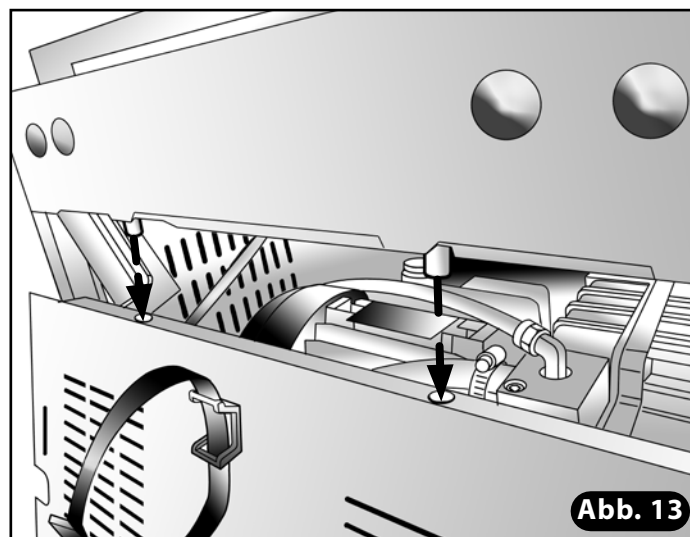
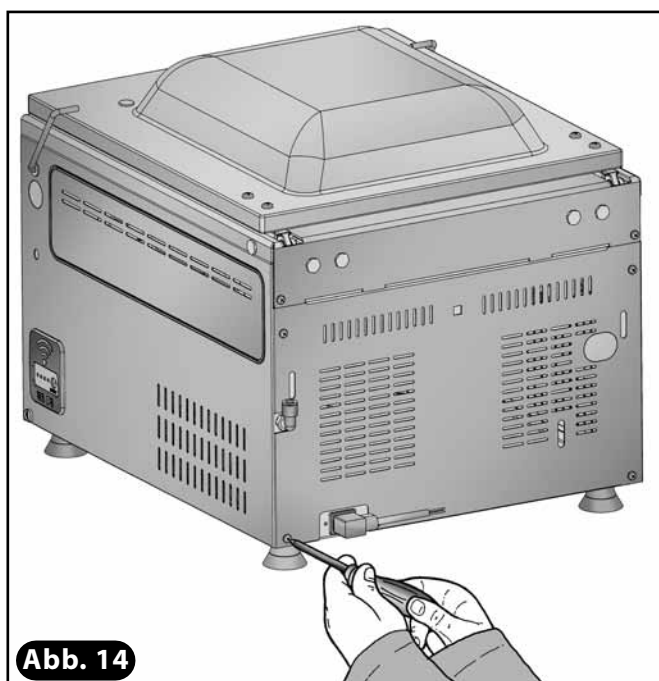

Abb. 13
Abb. 14
19) Rückwand wieder ansetzen, dabei müssen die Scharnierbolzen in die Löcher an der oberen Kante eingreifen (**Abb. 13**). Schrauben der Rückwand zum Abschluss der Prozedur festziehen (**Abb. 14**).